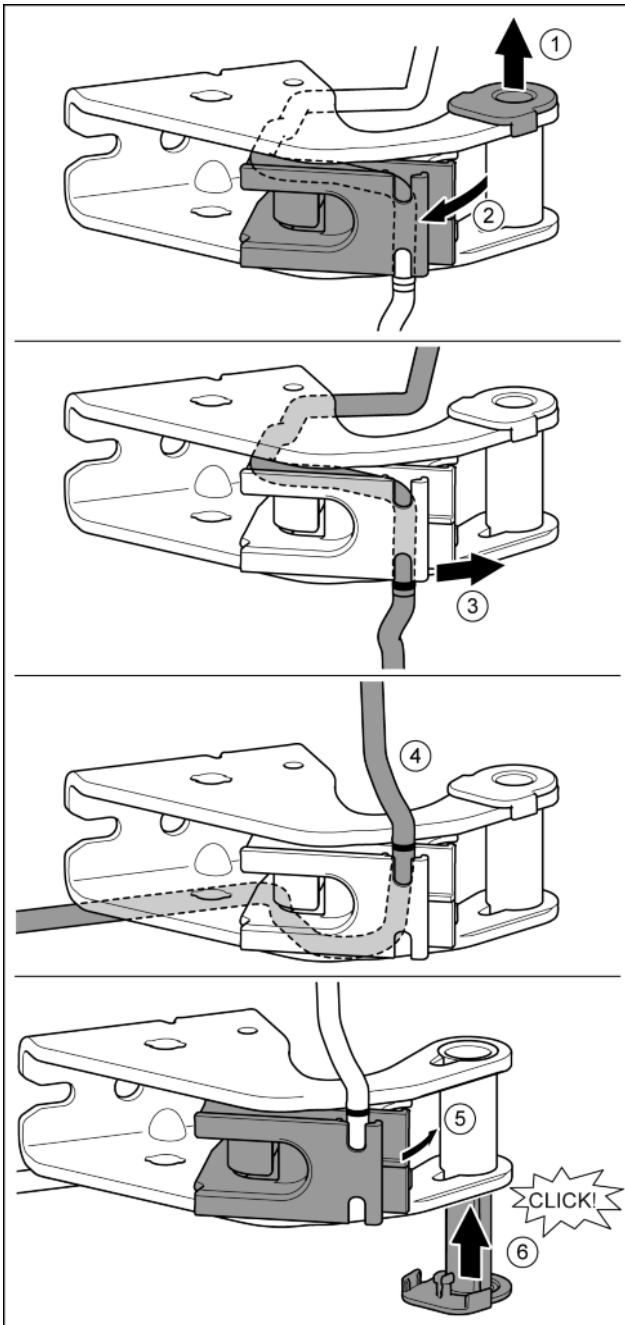

Fig. 25
- ▶ Опорную втулку вывести из направляющей. Fig. 25 (1)
- ▶ Отвести в сторону держатель кабеля. Fig. 25 (2)
- ▶ Высвободить кабель из направляющей. Fig. 25 (3)
- ▶ Вставить кабель, перевернув его в обратную сторону. Fig. 25 (4)
- ▶ Вернуть держатель кабеля в исходное положение. Fig. 25 (5)
- ▶ Установить и зафиксировать опорную втулку с другой стороны. Fig. 25 (6)